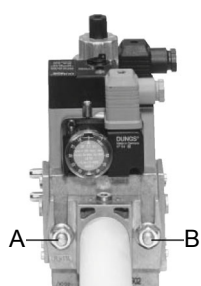
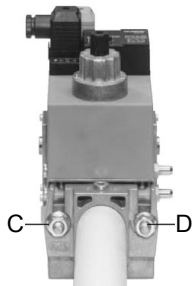

Fig. 2
Fig. 3
3. stringere le viti A, B, C e D (Fig. 2 - Fig. 3), rispettando le posizioni di montaggio (Fig. 5);